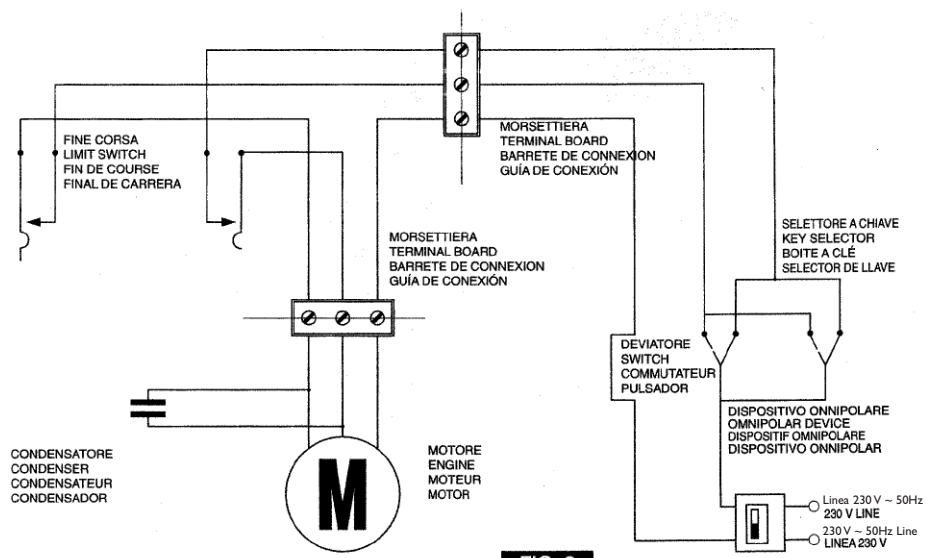

FIG. 2
- 15) Eseguire i collegamenti elettrici descritti in fig. 2 passando il cavo 4x1 mm dato in dotazione, all'interno dell'albero della serranda evitando qualsiasi contatto con le parti ruotanti;
15) Make the electrical connections described in fig. 2 passing the 4xl mm cable supplied inside the shutter shaft avoiding any contact with the rotating parts;
15) Faire les connexions électriques décrites dans la figure 2 en passant le câble 4xl mm. donné en dotation à l'intérieur de l'arbre du rideau tout en évitant tout contact avec les parties tournantes;
15) Llevar a cabo las conexiones eléctricas descritas en la fig. 2 pasando el cable 4x1 mm. situado en el interior de la barra del cierre evitando cualquier contacto con las partes giratorias;